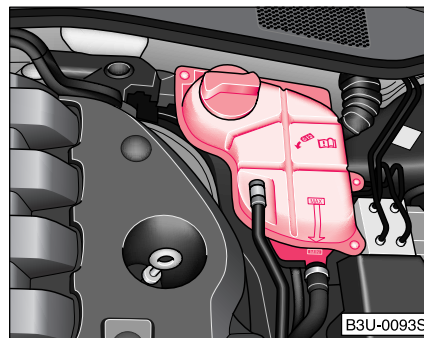

Fig. 157 Compartimentul motor: vasul de expansiune al lichidului de răcire ▶
- Verificați nivelul lichidului de răcire din vasul de expansiune ⇒ pagina 208, Fig. 157. Când motorul este rece, nivelul lichidului de răcire trebuie să se afle între marcajele „MIN“ și „MAX“. Când motorul este cald, nivelul lichidului de răcire poate fi puțin peste marcajul „MAX“.
- Așezați o lavetă peste capacul vasului de expansiune al lichidului de răcire ⇒ pagina 208, Fig. 157 și deșurubați cu atenție capacul spre stânga ⇒ .